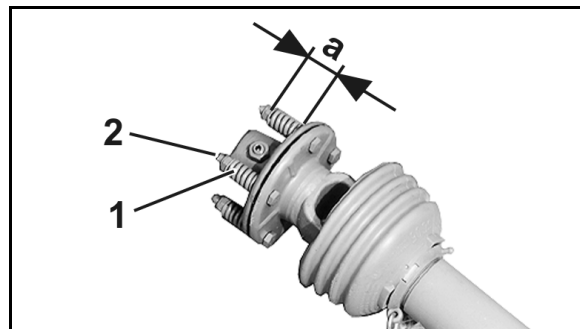

図 77
2. ばね (図 77/1) はナット (図 77/2) を緩めることで負荷を減らします。